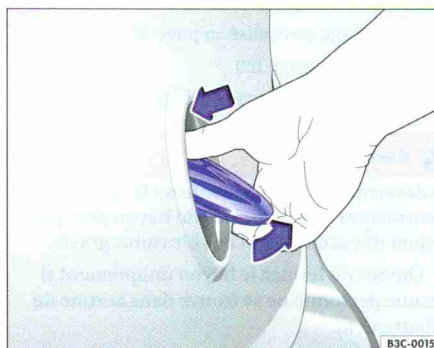

Fig. 27 Ouverture du hayon depuis l'extérieur.
- Appuyez avec le pouce sur la partie supérieure de l'emblème Volkswagen ⇒ fig. 27 et faites ressortir l'emblème dans sa partie inférieure. Soulevez le hayon.